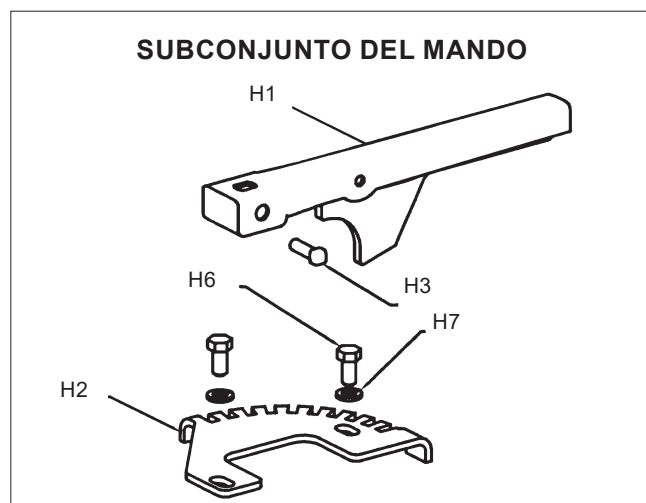

Figura 11.
2. Válvulas de 2 1/2 pulg. a 6 pulg. (DN 65 a 150): para asegurar un acoplamiento adecuado entre el mando y el eje, el mando debe montarse en el eje de manera que descansa en la parte inferior de la hoja del eje (**consulte la figura 11**).